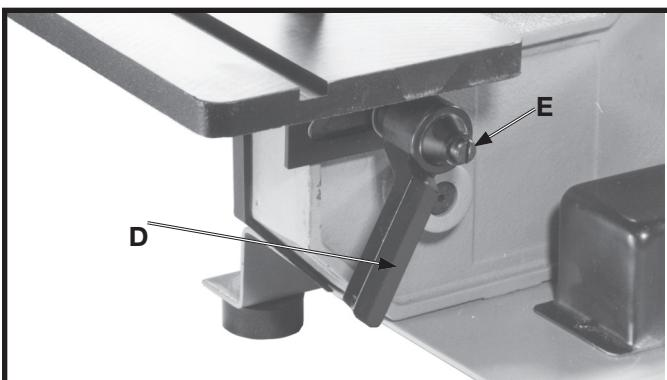

Fig. 18
- Insérer une poignée (D) fig. 18, sur le goujon de verrouillage et fixer à l'aide d'une vis (E) et du ressort.
- REMARQUE :** la poignée de blocage est à ressort (D) fig. 18, et se déplace en retirant la poignée et en la repositionnant sur le goujon à crans d'arrêt situé sous la poignée.